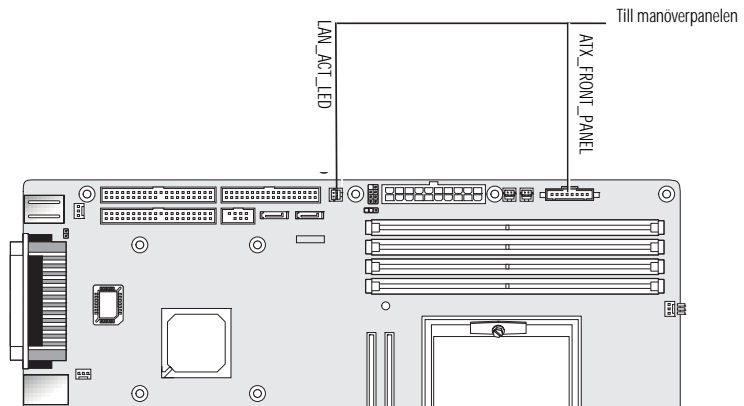

BILD 4-23 Koppla bort manöverpanelens kablar
6. Koppla loss de två anslutningarna som förbinder manöverpanelen med moderkortet och dra ut manöverpanelen ur chassit (se BILD 4-23).